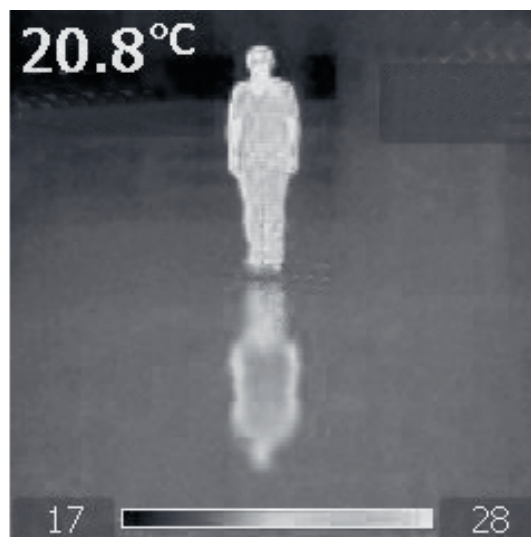

Bild 3: Wärmebild einer Person und deren Reflexion am Boden
- Reflexionen an spiegelnden Flächen (Bild 3)